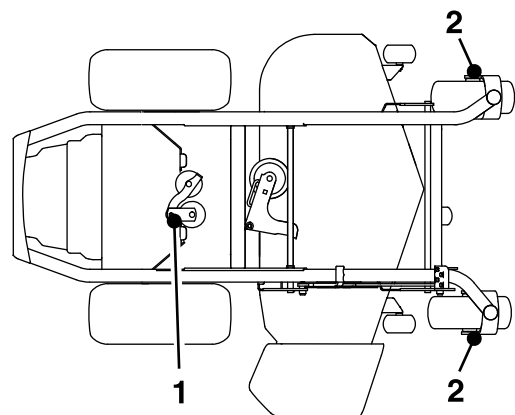

Figura 39
4. Ingrassate il perno della puleggia di rinvio pompa con 1 o 2 pompe del grasso (Figura 39)
5. Ingrassate gli assali della ruota orientabile anteriore (Figura 39).